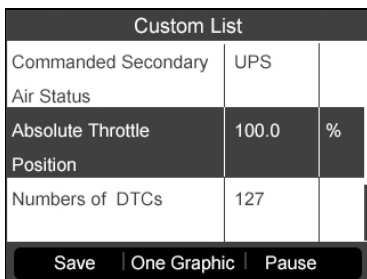

Abbildung 6.12
- 4) Drücken Sie die **Y**-Taste, um die ausgewählten PIDs auf dem Bildschirm anzuzeigen. (Abbildung 6.12)